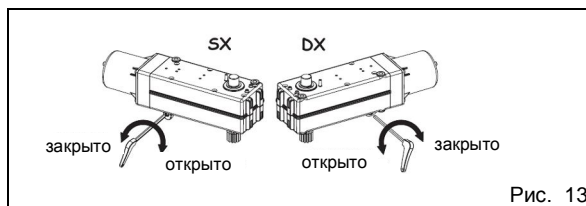

Рис. 13
- Установить отпирающий ключ из комплекта поставки устройства в отверстие механизма ручного отпирания и повернуть его примерно на пол оборота до упора в направлении, показанном стрелкой на рис. 13, в зависимости от типа установки.